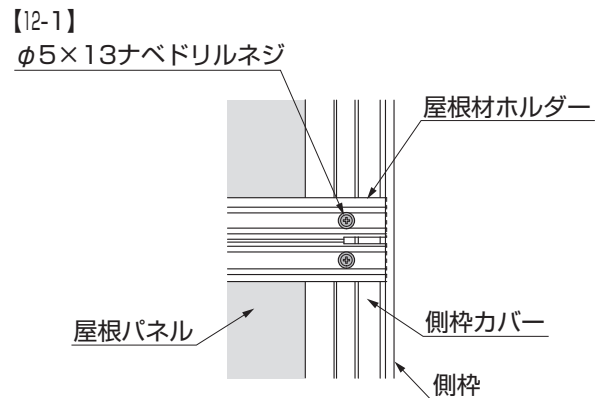

図6-9
- 側杵カバー側のネジだけを固定して、反対側は次の屋根パネルとアーチカバーを取付けた後で固定してください。(図6-9参照)